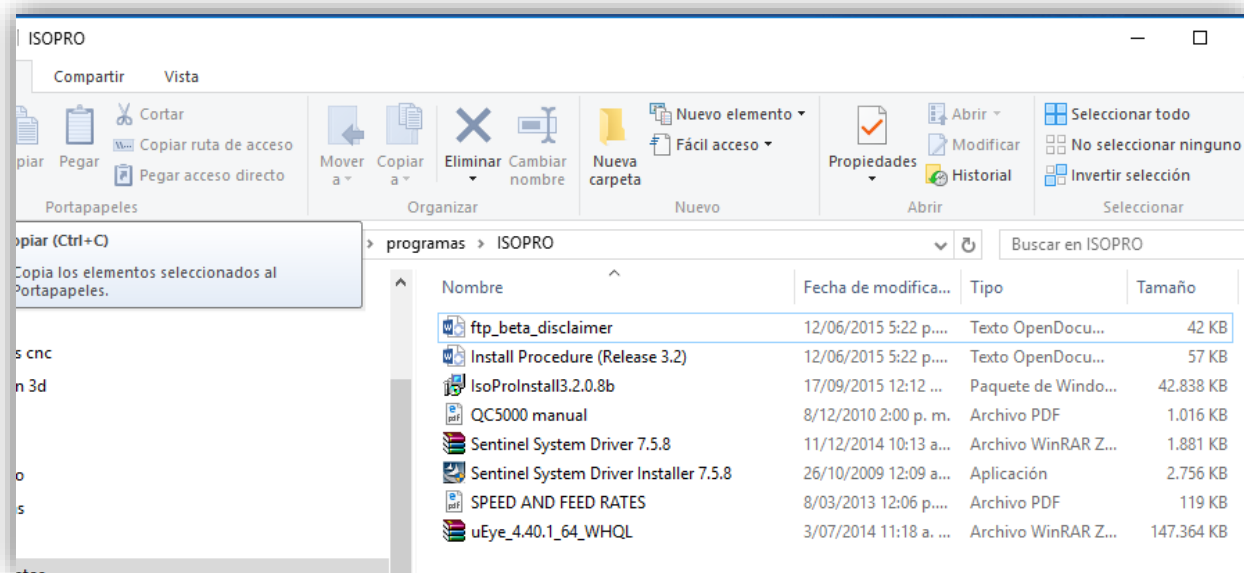

Figura 7. Carpeta de instalación de ISOPRO.
- ✓ Ingrese a la carpeta de instalación de ISOPRO como se muestra en la figura 7.